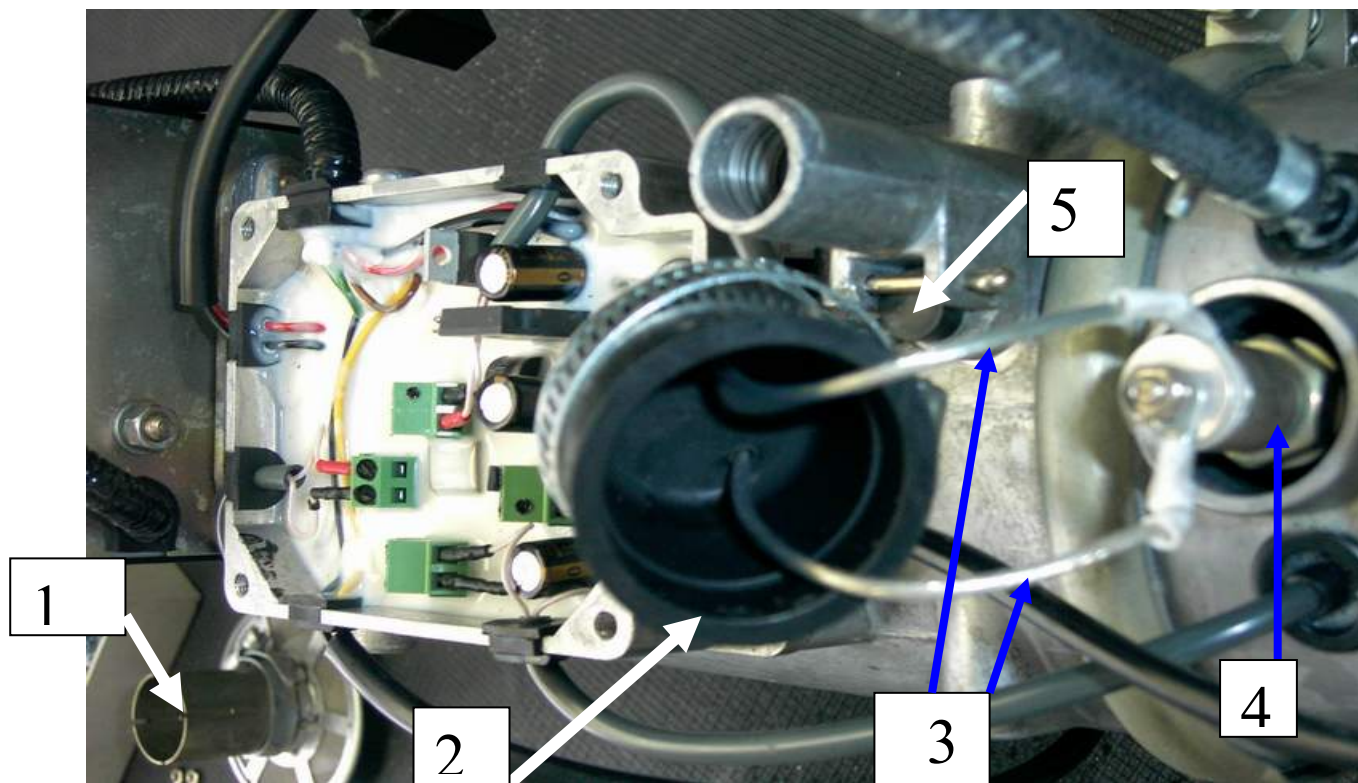

Рис. 9- Демонтаж свечи СН-06
- снять воздухозаборник поз 1, резиновую заглушку поз 2, закрывающий свечу, и отсоединить подходящие провода поз.3, идущие к свече поз. 4 ( см. рис.9).